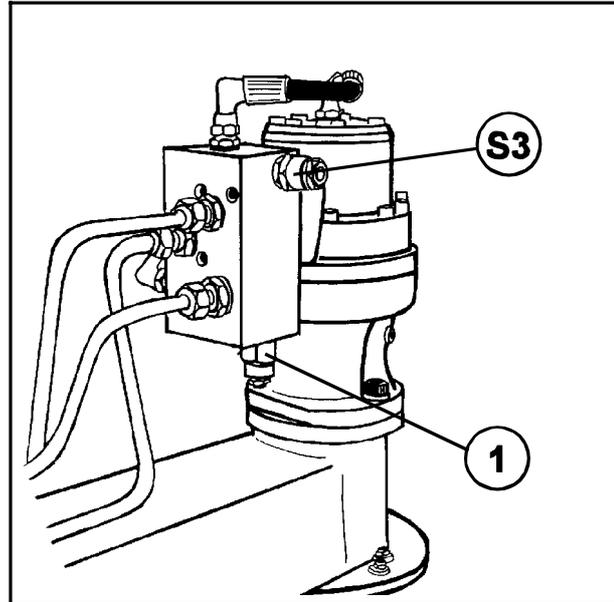

Bild 14-5
- c) **Sicherheitsventil an der Minuseite.** (S3, Abb.14-5).
- d) **Stromregelventil.** (Pos. 1, Abb. 14-5).